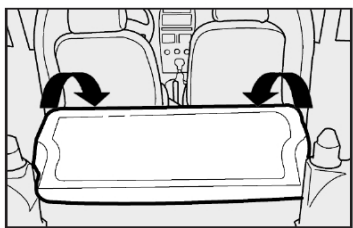

fig. 103
4) Rebater para a frente o encosto, passando os cintos pelos lados, até que este se apoie sobre o assento traseiro **fig. 103**.